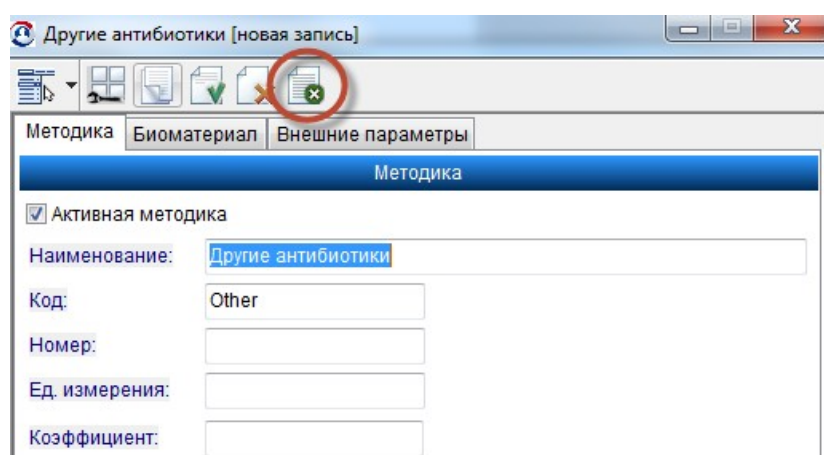

Рисунок 19.5. Параметры новой методики
3. В открывшемся окне на вкладке **Методика** ввести название новой методики и произвольный код. Сохранить изменения, нажав на кнопку **Сохранить и закрыть** (рис. 19.5).